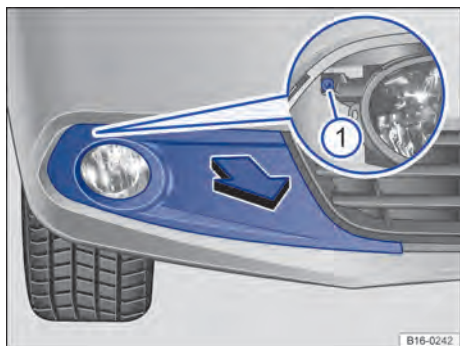
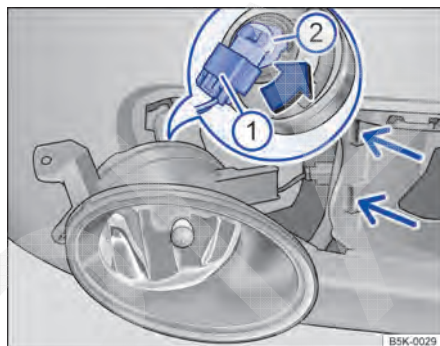

Fig. 223 No para-choque dianteiro à direita: desinstalar farol.
Fig. 224 Substituir a lâmpada incandescente no farol.
2.	Puxar a cobertura ⇒ Fig. 223 para frente no sentido da seta.
3.	Desaparafusar o parafuso de fixação ① com a chave de fenda das ferramentas do veículo ⇒ Página 351.
4.	Rebater o farol um pouco para frente e removê-lo do alojamento lateral ⇒ Fig. 224 (setas pequenas).
5.	Destravar e retirar o conector ①.
6.	Girar o suporte de lâmpadas ② na direção da seta até o batente no sentido anti-horário e retirar para trás com a lâmpada incandescente.
9.	Encaixar o conector ① no suporte da lâmpada ②. O conector precisa encaixar audivelmente.
10.	Encaixar o farol no alojamento ⇒ Fig. 224 (setas pequenas) e rebater para trás.
11.	Apertar o parafuso de fixação ⇒ Fig. 223 ① com a chave de fenda.
12.	Encaixar a cobertura no para-choque ⇒ Fig. 223.